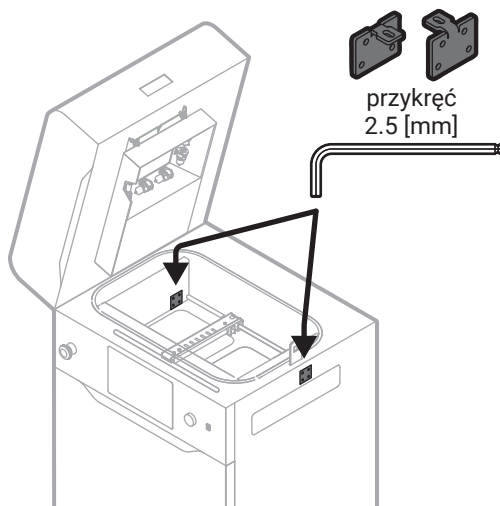

Rys. 11 Przykręć nową czarną pokrywę Recoatera.
24. Za pomocą klucza imbusowego 2 mm i dwóch śrub M3x8 przykręć czarną pokrywę Recoatera (rys. 11).